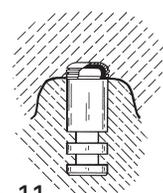

Abb. 11
6. Setzen Sie eine Locator Kappe mit schwarzer Bearbeitungspatrize in jede Analogmatrize auf dem Mastermodell, bevor Sie mit dem Wachsen und Weiterbearbeiten beginnen (Abb. 11). Stellen Sie sicher, dass die Patrize fest sitzt.